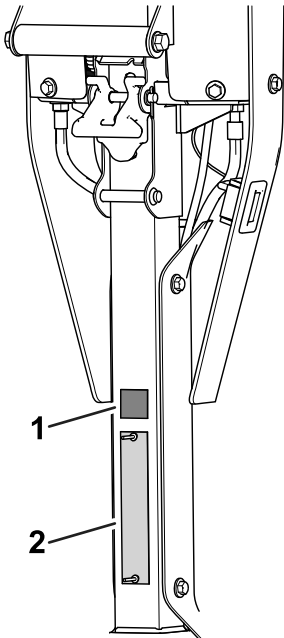

Figure 10
- Appliquez l'autocollant CE/UKCA au-dessus de la plaque du numéro de série (Figure 10).